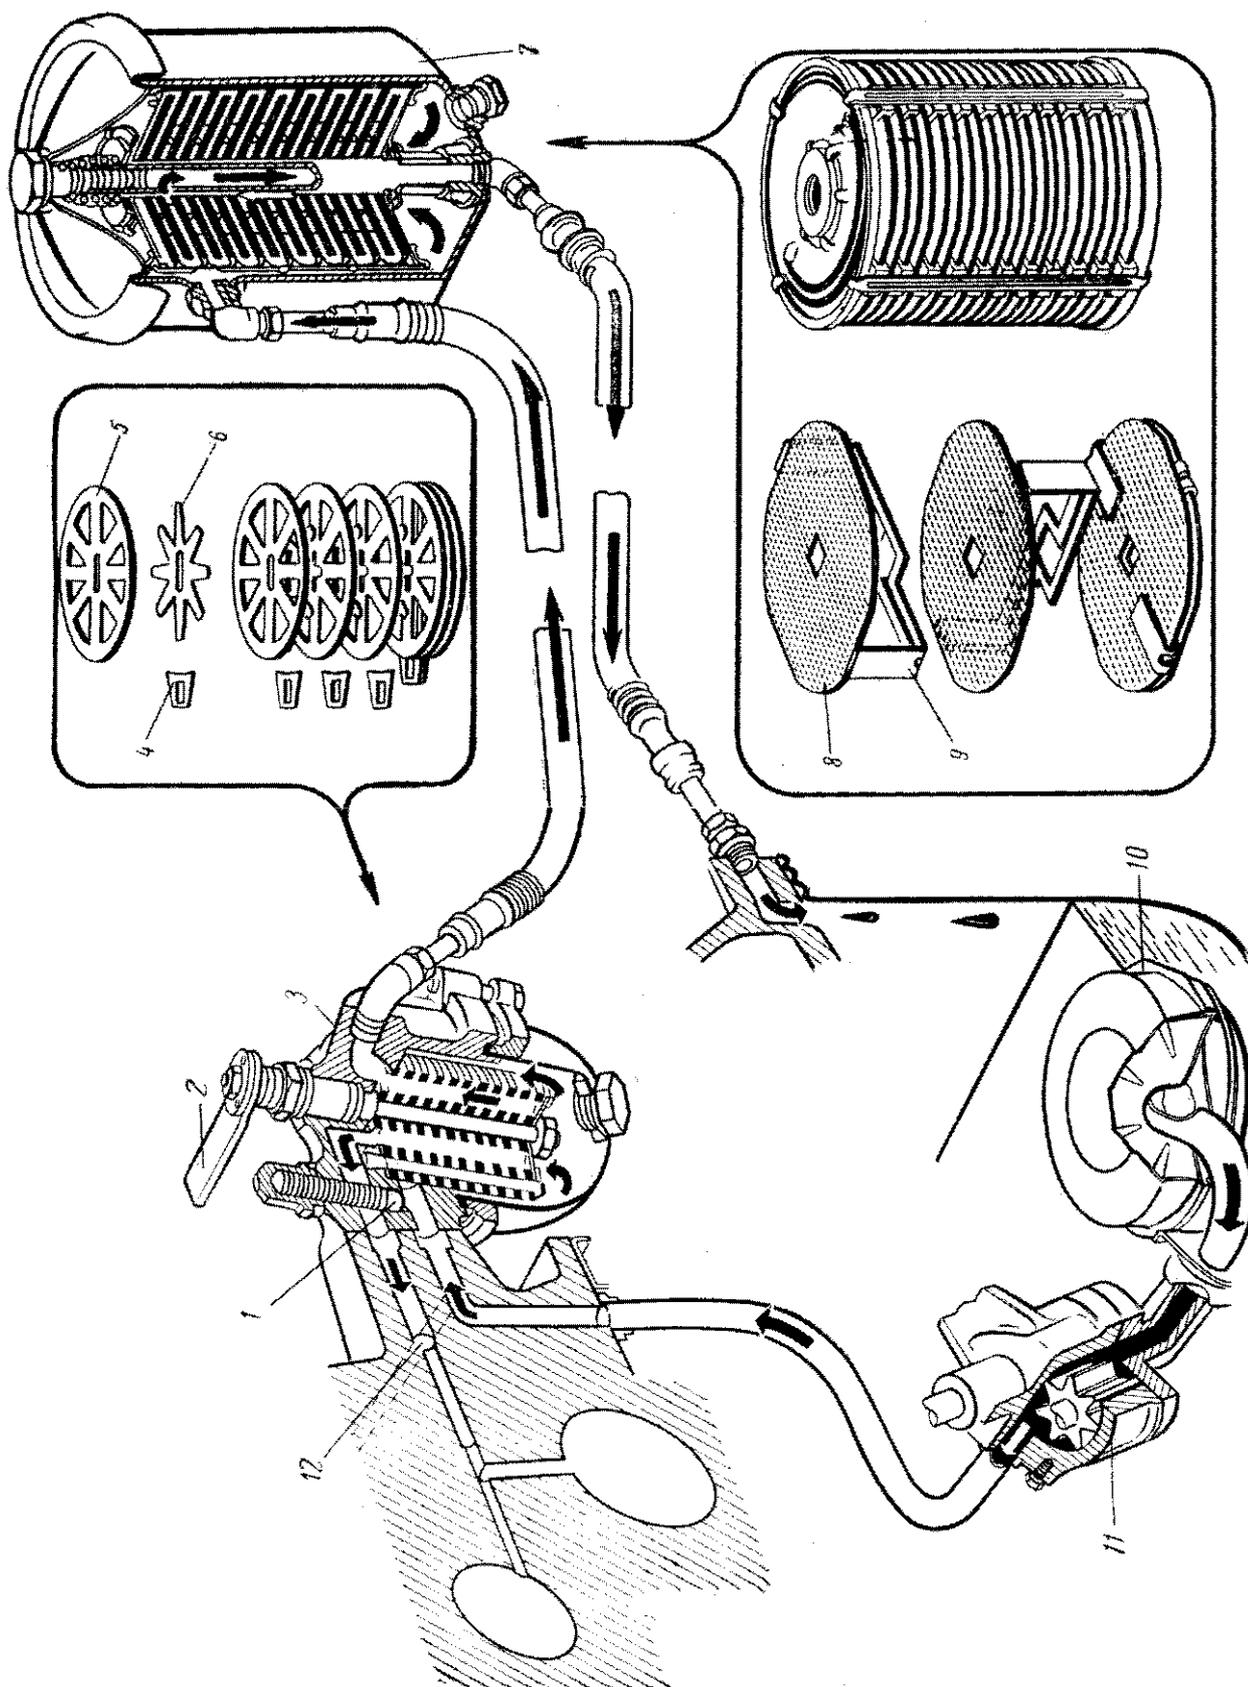

Рис. 18. Схема забора масла и установка фильтров:
**Фильтр грубой очистки масла** — пластинчато-щелевой (рис. 18), расположен с правой стороны двигателя. Через фильтр грубой очистки проходит все масло, нагнетаемое насосом в систему, включая и часть масла, перепускаемого редукционным клапаном. Фильтр состоит из набора пластин и звездочек, образующих между пластинами щели в 0,09 — 0,1 мм. Нижний конец набора пластин центрируется направляющей пластиной, которая охватывает нижнюю шайбу. Направляющая пластина удерживается на месте тремя стойками, ввернутыми в корпус. В щели между пластинами входят скребки толщиной 0,07 — 0,08 мм. Скребки набраны на стержень квадратного сечения. На наружный конец валика насажена рукоятка с муфтой свободного хода, позволяющей при повороте рукоятки вращать валик с набором пластин только в одном направлении. Рукоятка на валике крепится гайкой с левой резьбой, закерненной сверху в трех точках.
**Фильтр тонкой очистки, масла** (см. рис. 18) состоит из корпуса с крышкой, в котором помещается фильтрующий элемент ДАСФО-2. Фильтр установлен при помощи кронштейна на правом щитке радиатора. Он включается параллельно масляной системе двигателя.